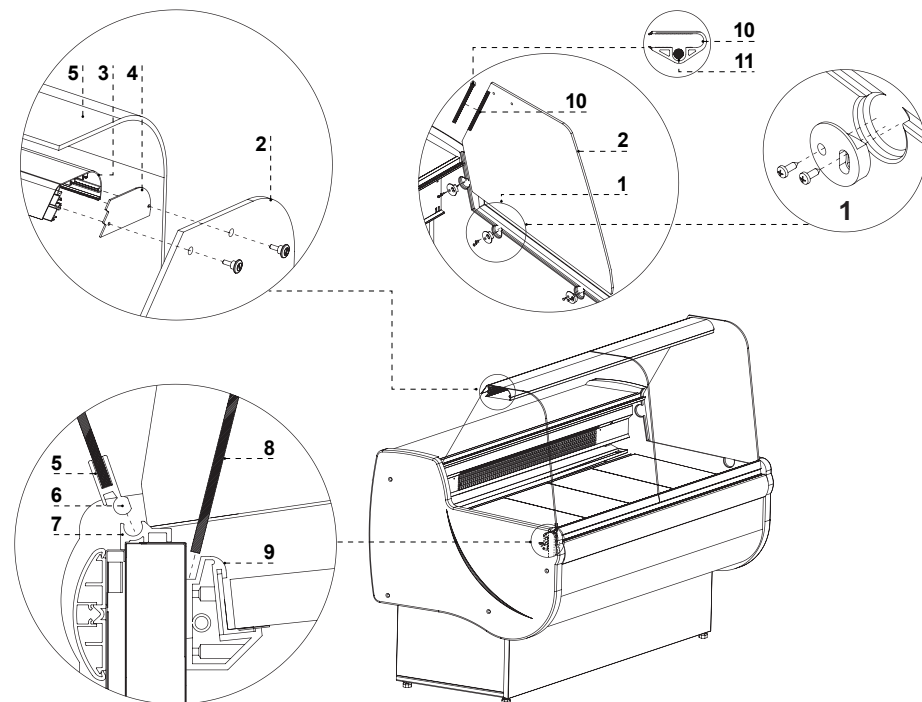

Рис.4 Монтаж стеклянных элементов и алюминиевой лампы
2. Установить стеклянные бока Рис.4/2;1 (стр.34)
3. Установить алюминиевую лампу (с освещением) на стеклянных боках Рис.4/3 (стр. 34)
4. Установить кожух провода лампы Рис.4/10 (стр.34)
5. Установить передний экран Рис.4/8 (стр.34)
6. Установить передние стекла витрины Рис.4/5 (стр.34)